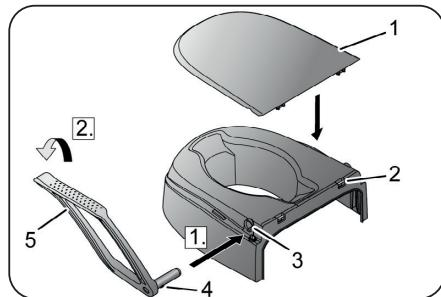

Abb. 8
1. Stecken Sie die Armlehne (5, Abb. 8) in die seitliche Öffnung (3, Abb. 8) am Korpus. Der Steg (4, Abb. 8) an der Achse der Armlehne muss dabei in die Nut im Korpus gleiten.
1. Legen Sie den Deckel (1, Abb. 8) so auf den Korpus, dass die Haken des Deckels an den Stegen (2, Abb. 8) des Korpus anliegen.